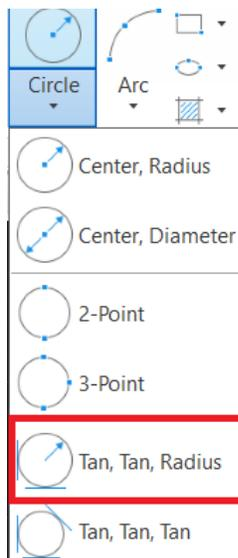

Figura 5.29. Ubicación del comando Circle Tan, Tan Radius marcado con rojo.
Paso 7: Busque el comando Circle; Tan, Tan, Radius y Enter (figura 5.29).